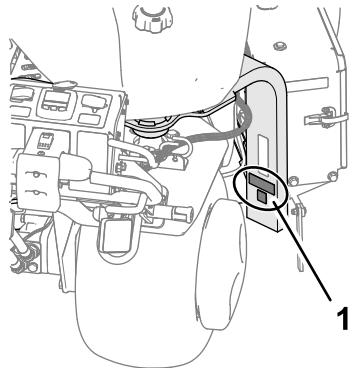

Figura 19
2. Limpe as pernas da forquilha com álcool conforme mostrado na Figura 19 e deixe a superfície secar.
3. Aplicar o autocolante CE e o autocolante do ano de fabrico na perna da forquilha (Figura 19).